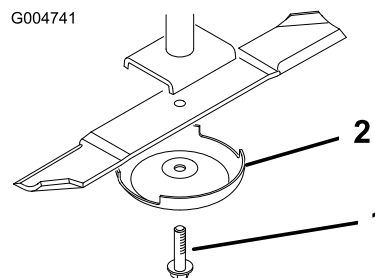

Bild 85
3. Entfernen Sie die Messerschraube, die Antiskalpierkuppe und das Messer von der Spindelwelle (Bild 85).